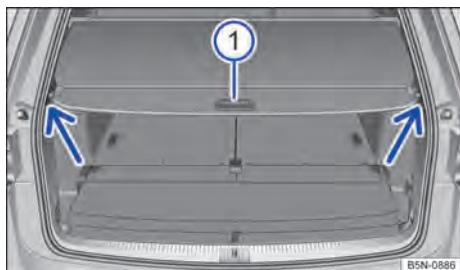

Fig. 187 No compartimento de bagagem: abrir a cobertura do compartimento de bagagem.
- Puxar a cobertura do compartimento de bagagem um pouco para trás pelo manípulo → Fig. 187 ① e retirá-la da ancoragem, puxando-a para cima (setas). Conduzir a cobertura do compartimento de bagagem para frente.
- Puxar a cobertura do compartimento de bagagem para trás pelo manípulo → Fig. 187 ① e encaixar na ancoragem (setas).